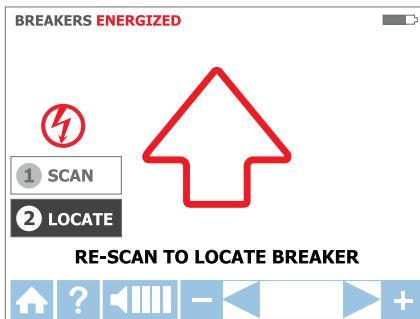

Figura 3.4c
- Selecione o modo LOCALIZAR usando as setas direcionais para selecionar este modo de funcionamento e prima o botão "ENTER" amarelo. (Ver Figura 3.4c)
- Volte a procurar cada disjuntor/fusível tocando em cada um com o Sensor de ponta durante meio segundo. A seta vermelha ativa indica que a procura está em curso (ver Figura 3.4c). Certifique-se de que a ranhura no Sensor de ponta está paralela horizontalmente ao disjuntor. (Ver Figura 3.4d)